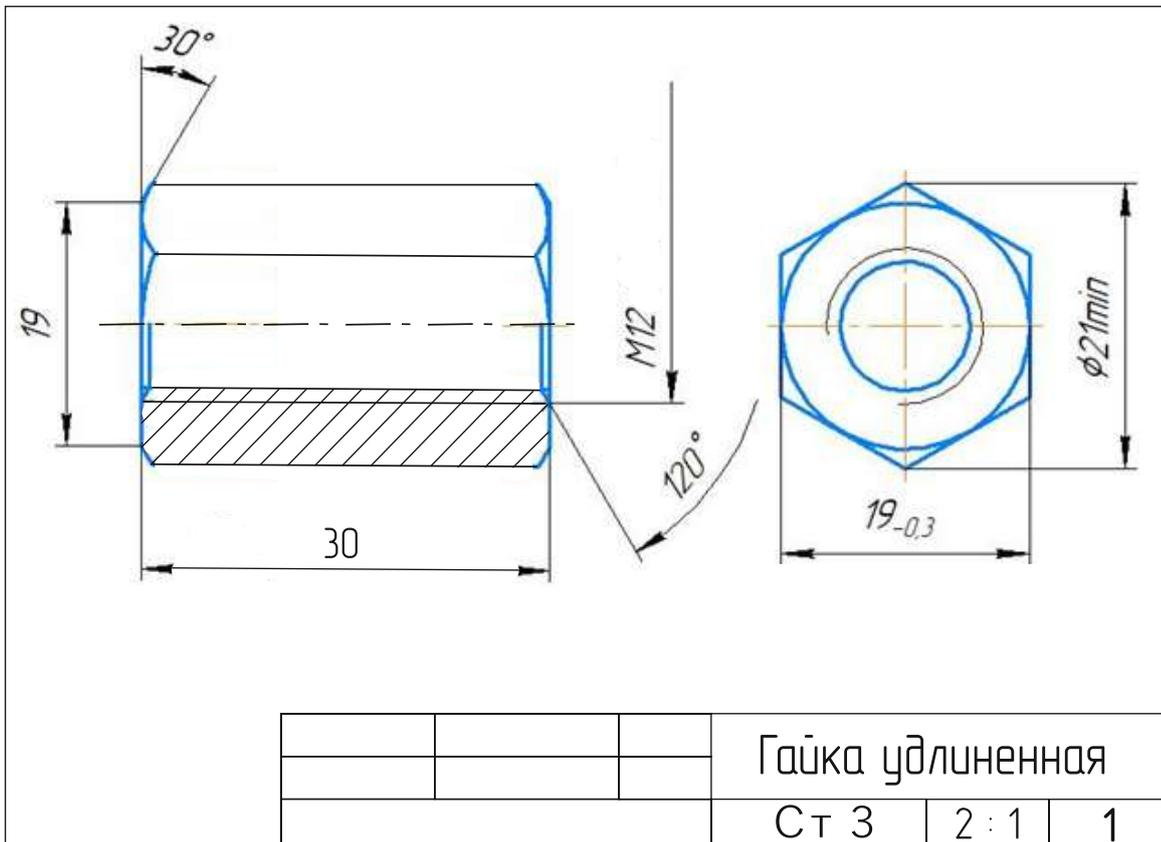

Рис. 1. Чертеж Гайка удлиненная
2. По чертежу изготовить Гайка удлиненная (рис. 1)